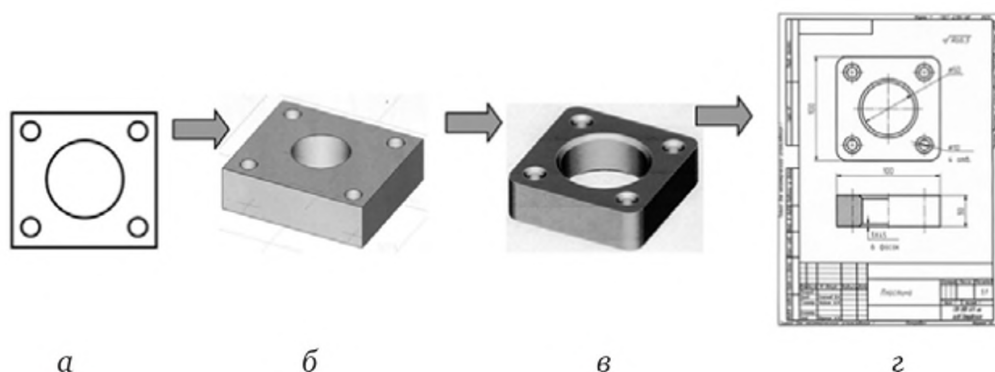

Рис. 5.2
- создание 2D-шаблона будущей объемной модели (рис. 5.2, а);
- формирование 3D-модели одним из способов, описанных выше (см. разд. 4) (рис. 5.2, б);
- редактирование 3D-модели — образование фасок, скруглений, отверстий, добавление/удаление материала и т. п. (рис. 5.2, в);
- оформление чертежа — размеры, отклонения, шероховатость, технические требования, заполнение основной надписи (см. разд. 6) (рис. 5.2, г).